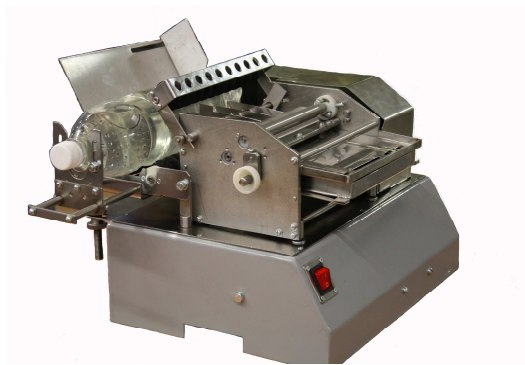

Рис.1. Устройство для нанесения клея на этикетку ПАККА-ЭБП .
4.1. Устройство представляет собой компактную установку, все узлы которой смонтированы в одном корпусе. Общий вид устройства представлен на рис.1.